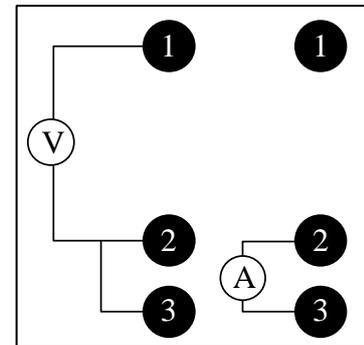

Abb. 8-2 Anschluss Messgerät
2. Stecken Sie die Stecker der Messkabel in die Messbuchsen 2 und 3 und in die entsprechenden Messbuchsen am Multimeter (Siehe Abb. 8-2).